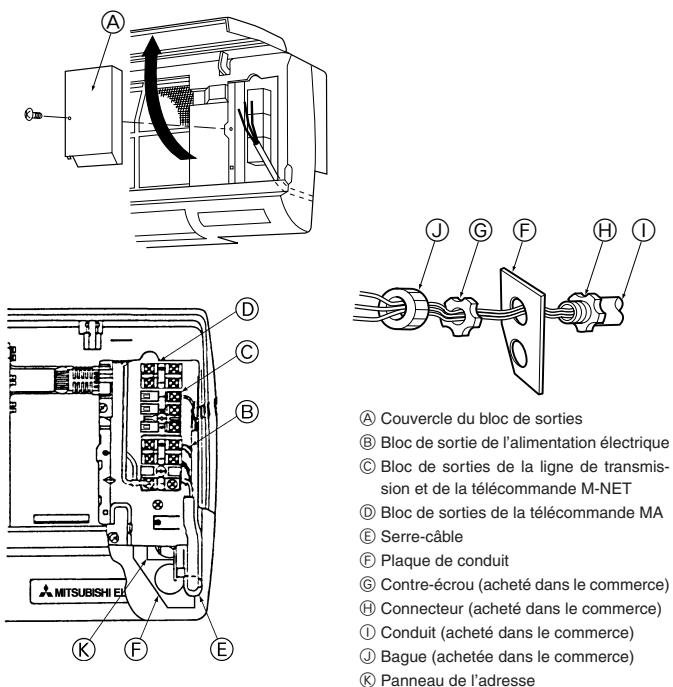

Fig. 6-2
■ PKFY-P12/P15NGMU-E (Fig. 6-2)
3. Ouvrez la grille avant, retirez la vis autotaraudeuse (1), puis déposez le couvercle du bloc de sorties.